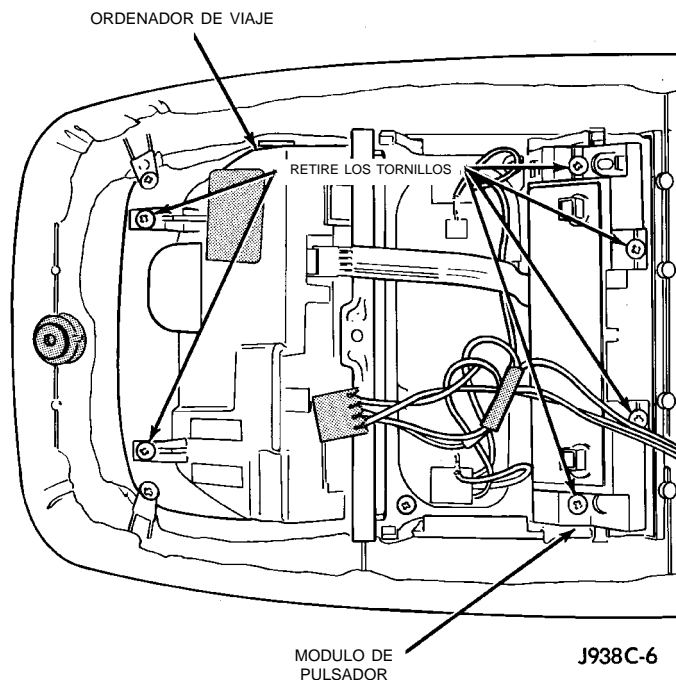

Fig. 5 Desmontaje/instalación de módulo de visor de ordenador de viaje, brújula y termómetro - característico
(1) Retire la consola de techo del modo que se describe en este grupo.
(2) Retire los tornillos que sujetan el módulo de visor de ordenador de viaje, brújula, termómetro a la caja de la consola de techo (Fig. 5).
(3) Desenchufe del módulo de visor de ordenador de viaje, brújula y termómetro, los conectores del mazo de cables del pulsador y la iluminación.
(4) Retire el módulo de la caja de consola de techo.
(5) Para la instalación, invierta los procedimientos de desmontaje.